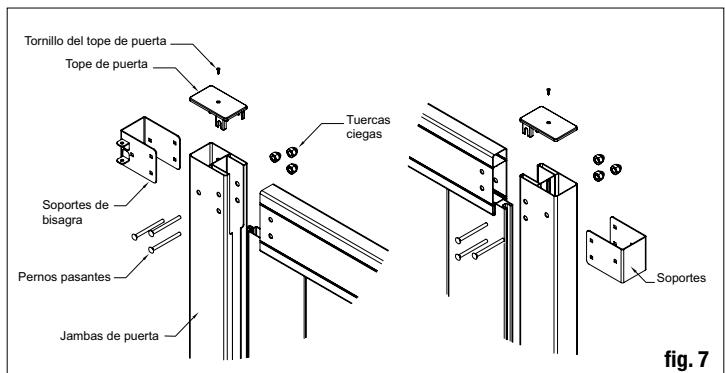

fig. 7
Place gate jambs on both sides of the rails and place the hinges on the gate jamb so they are aligned with the rails. Using the bracket as a guide, drill the three (3) necessary 1/4" holes for the bracket bolts. Repeat these steps for the hinged brackets as well (fig. 7). Ensure the rails are fully inserted in the jamb before drilling. The bolts need to go through the jamb and rail to function properly.
Coloque las jambas de la puerta en ambos lados de los barandales y coloque las bisagras en la jamba de la puerta de forma que se alineen con los barandales. Utilizando el soporte como guía, perfore los tres (3) agujeros necesarios de $1/4"$ para los pernos del soporte. Repita estos pasos para los soportes de bisagras también (fig. 7). Asegúrese de que los barandales estén completamente insertados en la jamba antes de perforar. Los pernos tienen que ir a través de la jamba y el barandal para que funcionen correctamente.